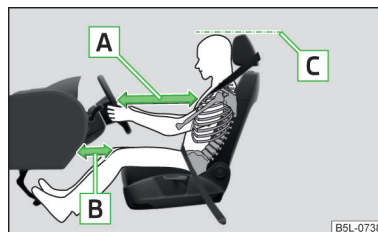

Fig. 1
- ✓ La autovehicule cu airbag pentru genunchii șoferului, reglați longitudinal scaunul șoferului în așa fel, încât distanța de la picioare **[B]** » fig. 1 la planșa de bord să fie de minim 10 cm în zona airbagului pentru genunchi. ▶
- ✓ Reglați volanul astfel încât distanța [A] dintre volan și torace să fie de cel puțin 25 cm » fig. 1. Reglarea volanului » pagina 10, Reglarea poziției volanului.
- ✓ Reglați tetierele astfel încât marginea superioară a tetierei să se afle la aceeași înălțime cu partea superioară a capului dumneavoastră¹⁾ [C] » fig. 1.
- ✓ Reglați tetierele astfel încât marginea superioară a tetierei să se afle la aceeași înălțime cu partea superioară a capului dumneavoastră  » fig. 1 la pagina 9.
- ✓ Reglați tetiera astfel încât marginea superioară a tetierei să se afle, pe cât posibil, la aceeași înălțime cu partea superioară a capului dumneavoastră  » fig. 1 la pagina 9.